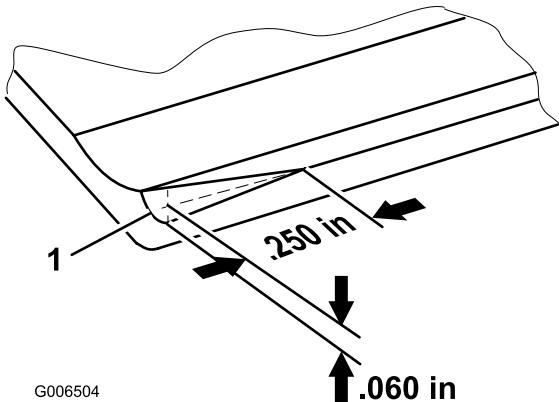

图21
**注意：**一段时间后，倒角(图21)可能需要重新研磨，因为它的设计寿命仅为底刀寿命的 40%。